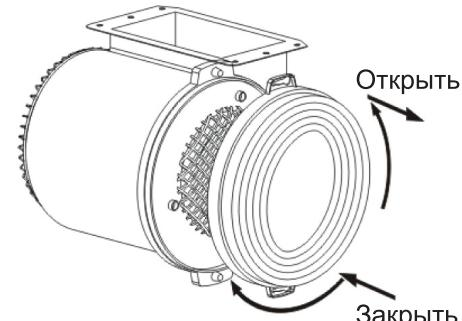

Рис. 8
- Угольные фильтры находятся на обратной стороне двигателя (Рис.8). Поворачивайте угольные фильтры против часовой стрелки, чтобы снять их.